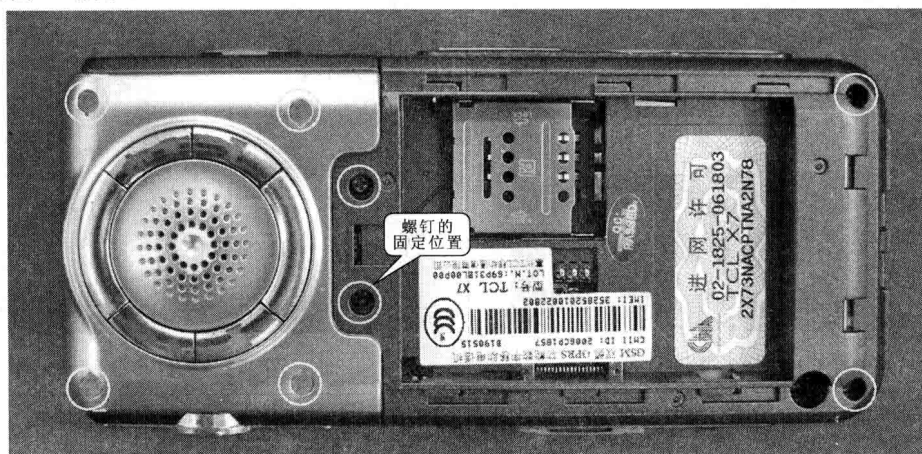

图 1-7 拆卸步骤⑦
步骤⑦ 该手机的外壳用 8 颗螺钉固定,其中 4 颗位于后盖下面,另外 4 颗位于手机外壳上用塑料胶塞盖住,如图 1-7 所示。